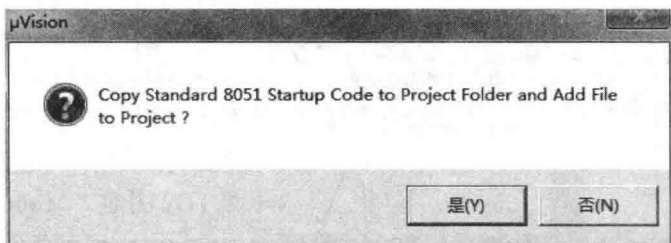

图 2.6 软件提示界面
④ 在完成选择 MCU 型号后，软件会提示是否要复制一个源文件到这个工程中，这里我们选择“否”，因为我们要自己添加一个 C 语言或者汇编语言源文件，如图 2.6 所示。